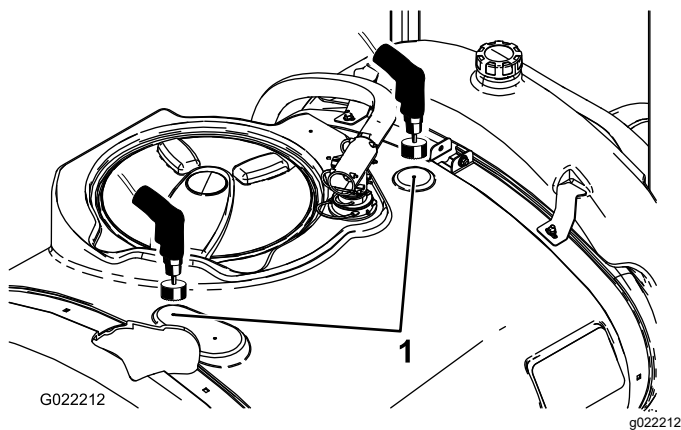

Figure 16
2. Localisez les 2 emplacements de perçage repérés sur la cuve principale (Figure 16).